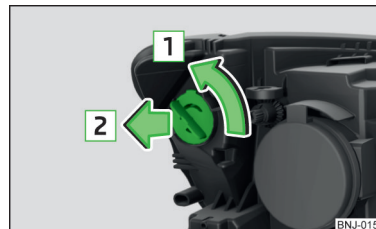

Abb. 209
- › Den Sockel mit der Glühlampe in Pfeilrichtung **1** drehen » Abb. 209.